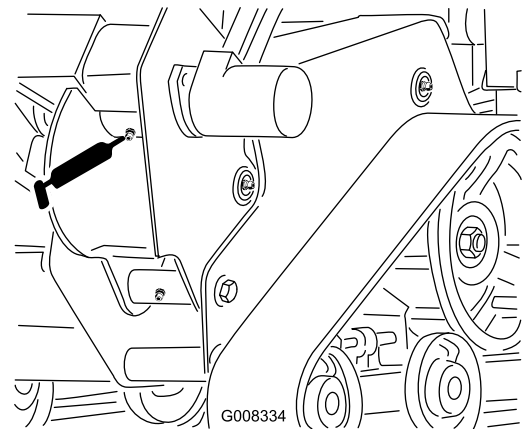

図 25
3. トレンチャハウジングのグリスフィッティングをウェスできれいにぬぐい、グリスガンを取り付ける 図 25。